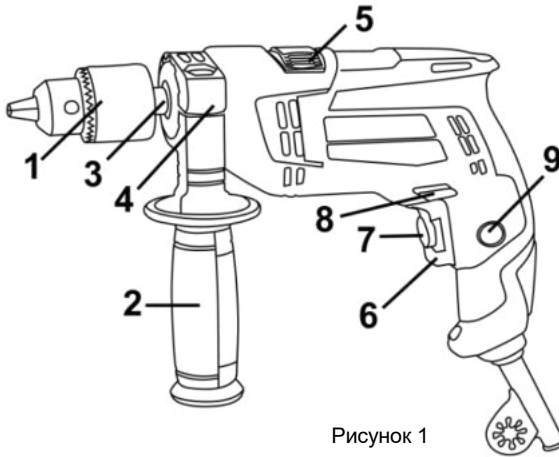

Рисунок 1
Виріб має два режими свердління: ударно-обертальний і обертальний. Перемикач режимів роботи виробу здійснюється переведенням перемикача (5) (див. рис.1) У крайні позиції до відповідного символу режиму роботи:
- ударно-обертальний режим - перемикач (5) повинен бути переведеним до упору у бік символу **T**;
- обертальний режим - перемикач (5) повинен бути переведеним до упору у бік символу **⚙**.
4.2 Виберіть необхідний режим роботи виробу за допомогою перемикача (5) (див. рисунок 1). Перемикання режимів роботи виробу здійснюється переведенням перемикача (5) (див. рис. 1) з одного крайнього положення в інше в бік відповідного символу режиму роботи:
- обертальний режим - перемикач (5) повинен бути переведеним до упору у бік символу **2**.